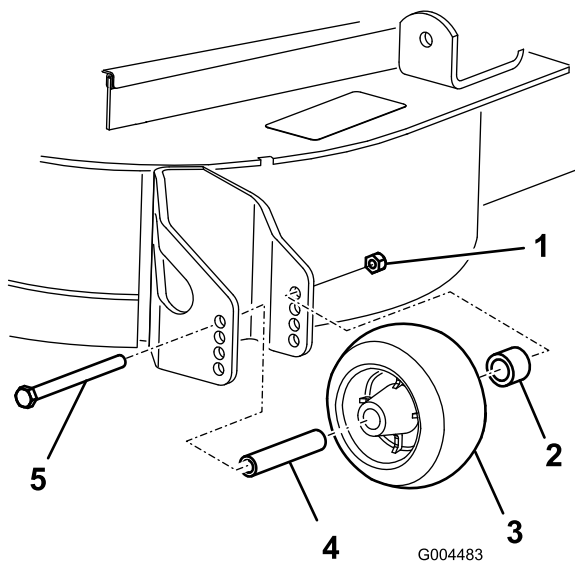

Figura 22
3. Después de ajustar la altura de corte, ajuste los rodillos retirando la tuerca con arandela prensada, el casquillo, el espaciador y el perno (Figura 22).
Nota: Apriete a 54–61 Nm (Figura 22).